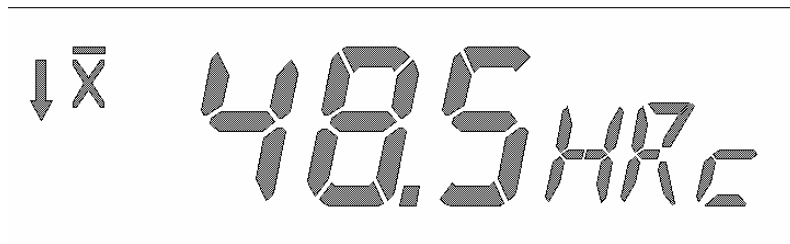

Рис. 3. Пример отображаемой на индикаторе информации
6.1.1. Включить прибор нажатием кнопки «ВКЛ», при этом на индикаторе прибора появится информация в соответствии с рис. 3.
При этом на индикаторе появятся 0, наименование вновь запрограммированной шкалы и символ положения датчика «сверху вниз», см., например, рисунок 3. Прибор готов к работе по вновь запрограммированной шкале.